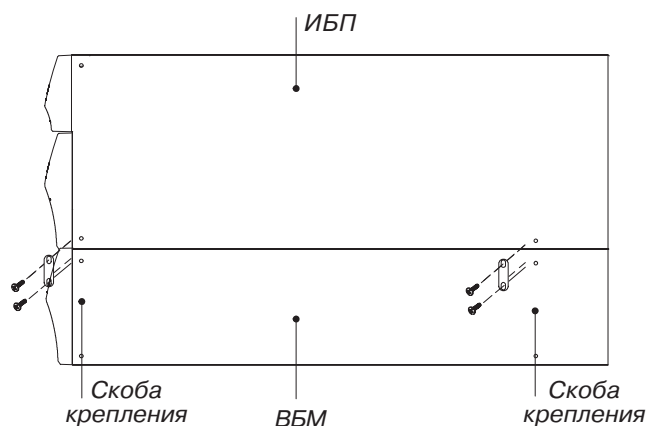

Рисунок 8. Установка скоб крепления (вид сверху)
6. Совместите каждую скобу крепления с соседними угловыми отверстиями и закрепите их поставляемыми винтами (см. рис. 8).